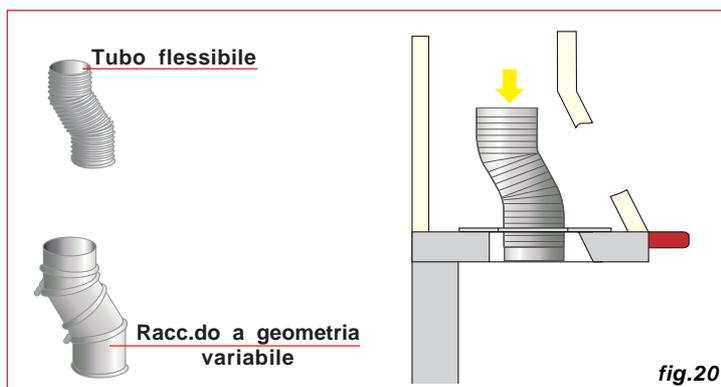

fig.20
**6.3)** Prima di introdurre la lamiera all'interno della cappa effettuare una pulizia della zona in modo che il sigillante possa aderire sulla superficie di contatto. Introdurre la lamiera all'interno della cappa (fig.20). Inserire il tubo flessibile o il raccordo a geometria variabile (fig.20).